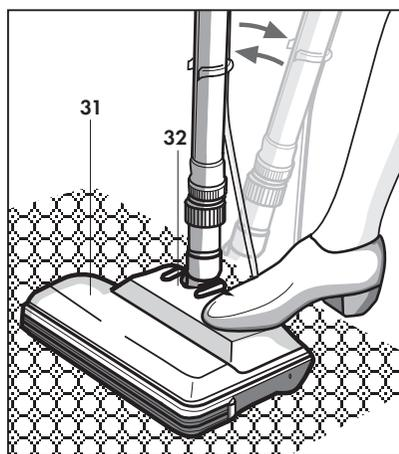

Fig. 25
Appoggiare un piede sulla spazzola battitappeto (31) nella posizione contrassegnata dall'apposito simbolo e tirare a sé l'impugnatura anatomica per avviarne il funzionamento. Per fermarla, è sufficiente riportare in posizione verticale il tubo di prolunga sino ad agganciarlo nell'apposita molletta (32) (**Fig. 25**).